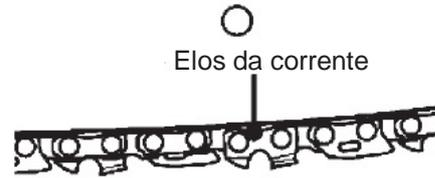

Figura 6
2. Use a extremidade plana da chave sextavada para rodar o parafuso de tensão da corrente até que os elos da corrente toquem a borda inferior da barra. Ver Figura 6, à direita.